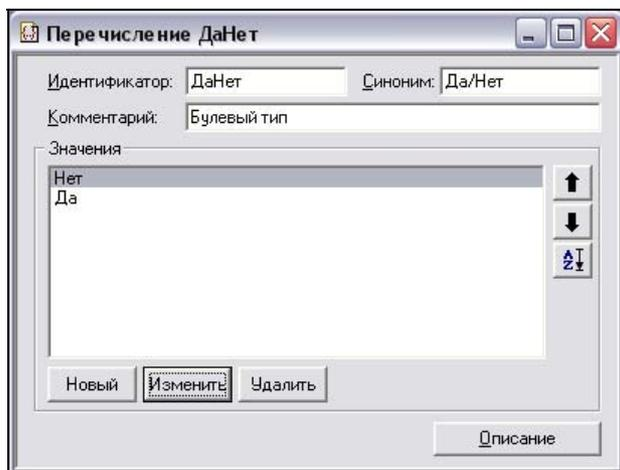

Рис. 5.47. Новое перечисление создано
6. Редактируем созданное перечисление, чтобы оно выглядело так, как на рис. 5.47.